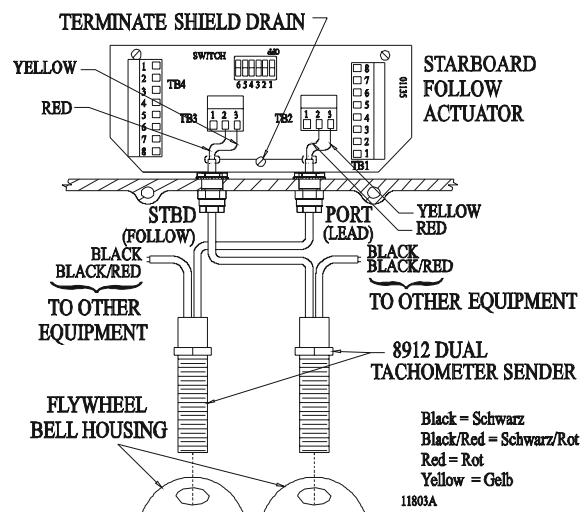
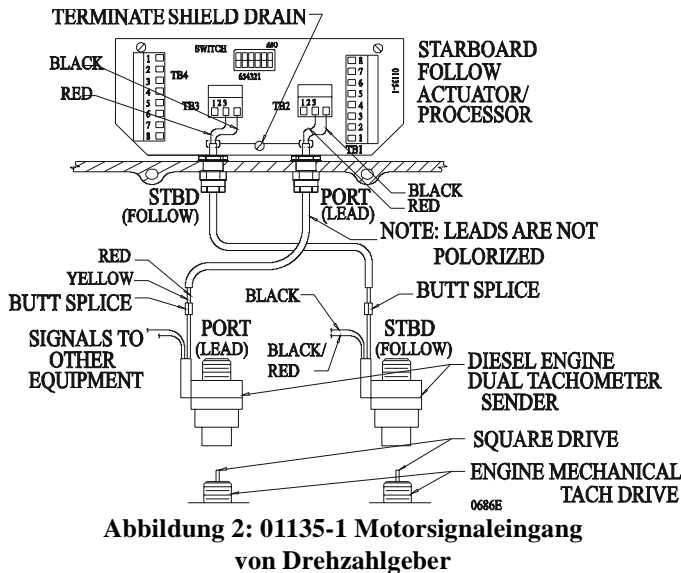
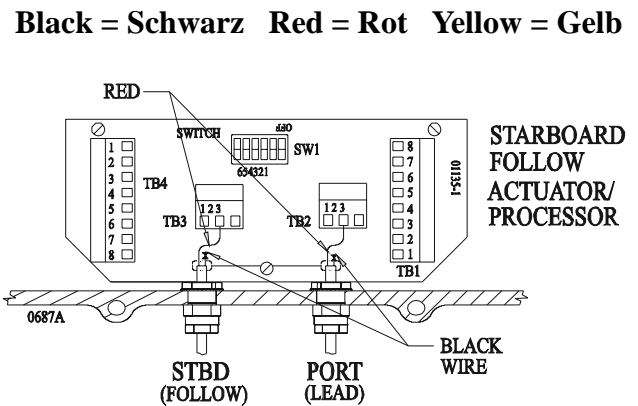

Abbildung 1: Motorsignaleingang von magnetischem Schwungradmessgeber 01135
Abbildung 2: 01135-1 Motorsignaleingang von Drehzahlgeber
Abbildung 3: 01135-1 Motorsignaleingang von Generator, Zündspule oder elektronischem Zündsteuergerät
Zusatzleiterplatte 1135 (siehe Abbildung 1:)
Zusatzleiterplatte 1135-1 (siehe Abbildung 2: und Abbildung 3:)
- J) Verbinden Sie die schwarzen Adern mit TB2-3 und TB3-3 und die roten Adern mit TB2-2 und TB3-2, wie in und Abbildung 3: gezeigt, oder nur die roten Adern, wie in Abbildung 1: dargestellt.
- K) Schließen Sie den Ableitungsdraht (Abschirmung) unter der Befestigungsschraube der Zusatzleiterplatte ab, wie in Abbildung 1:, Abbildung 2: oder Abbildung 3: gezeigt.
1135 mit magnetischen Schwungradmessgebern (siehe Abbildung 1:)
1135-1 mit mechanischen Messgebern (siehe Abbildung 2:)
1135-1 mit elektronischer Zündung, Zündspulen oder Wechselstromklemme der Generators (Siehe Abbildung 2:)
- A) Überprüfen Sie die Verkabelung; siehe Abbildung 1:, Abbildung 2:, Abbildung 3: und den Verkabelungsplan „Doppelschraube mit Synchronisation“ auf Seite 11.